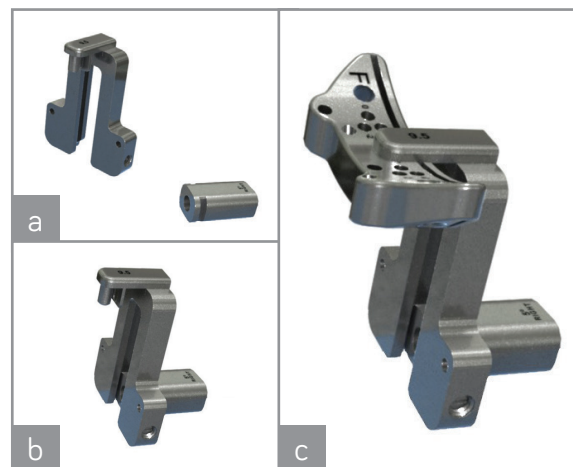

Figura 2
3. Deslice la Varilla IM de mango en T a través del Bujete Valgo y hacia el canal femoral hasta que la Guía de Alineación de Valgo toque por lo menos uno de los cóndilos femorales distales (Figura 2).